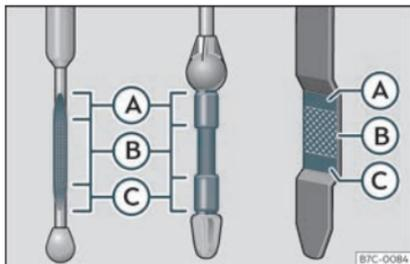

Fig. 202 Jauge d'huile moteur
- Puis retirez-la à nouveau et vérifiez le niveau d'huile » Fig. 202. Faites l'appoint d'huile moteur si nécessaire.
- Dès que le niveau d'huile atteint la zone >>> **fig. 202** (B), revissez soigneusement le bouchon de l'orifice de remplissage >>> (D).
Ne démarrez pas le moteur si le niveau d'huile se trouve au-dessus de la zone >>> **fig. 202** (A). Risque d'endommagement du moteur et du catalyseur ! Prenez contact avec un atelier spécialisé.
Le niveau d'huile ne doit en aucun cas dépasser la zone >>> **fig. 202** (A). Sinon, de l'huile risque d'être aspirée par l'aération